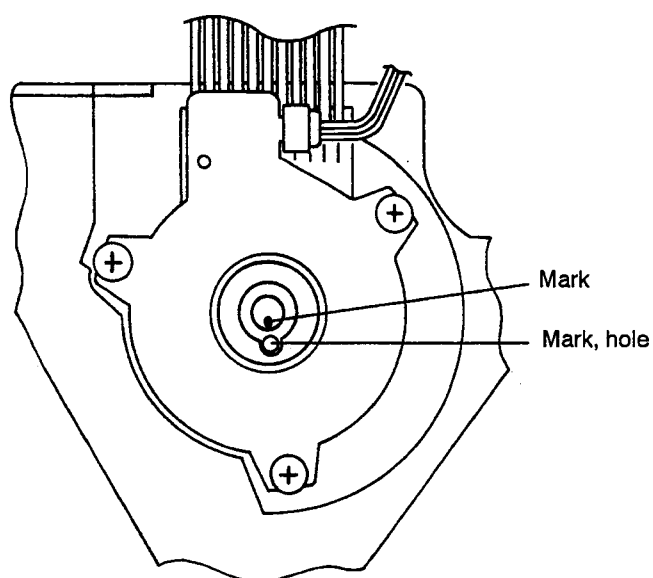
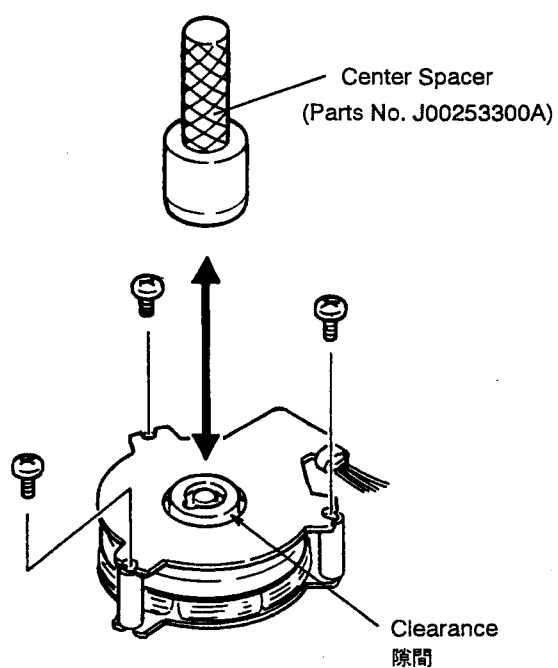

Fig. 4-11
Fig. 4-12
Align also the mark on the shaft with the positioning hole in part ①⑨-2 as shown in Fig. 4-11.
- * When mounting part ①⑨-1, insert a center spacer for the clearance shown in Fig. 4-12 to be even.
- * Tightening torque for screws ②② and posts ②③ should be 0.3 kg·cm. You need the following tools:
- * When removing the hexagonal wrench after fully tightening screw ②①, be careful NOT to loosen the screw.
- * If the TACH adjustment (discussed on page 25) after completion of installation does not allow you to get the adjustment value of $803.6 \pm 15 \mu s$, then reassemble part ①⑨-2 by slightly sliding the mark on the shaft counterclockwise with respect to the positioning hole in part ①⑨-2.
また、図 4-11 のようにシャフトのマークと ①⑨-2 の穴マークの位置を合わせて取り付けすること。
- * ①⑨-1 を取り付けるときは、図 4-12 の隙間が均等になるようにセンター・スペーサーを挿入して取り付けすること。
- * ②② ネジおよび ②③ ポストの締め付けトルクは 0.3kg·cm 厳守のこと。
- * ②① ネジの締め付け後、ヘックス・レンチを抜くときは、絶対にネジが緩む方向に力を加えないこと。
- * 取り付け後、TACH 調整 (25 ページ) で調整値が $803.6 \pm 15 \mu s$ 以内に調整できない場合は、図 4-11 のシャフトのマークの位置を ①⑨-2 の穴マークに対して反時計回りの方向に少しずらして ①⑨-2 を再取り付けすること。